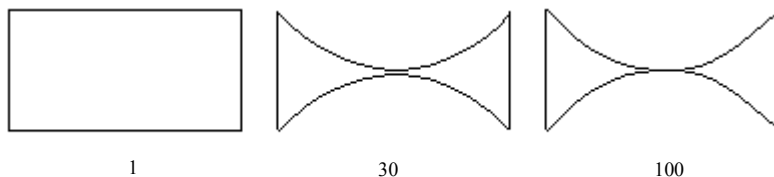

图 4.5.13 四边形网格 Jacobian Ratio（一）
- 对于任何一个矩形单元或平行四边形单元，其不管是否含有中间节点，Jacobian Ratio 都为 1。图 4.5.13 所示的是 Jacobian Ratio 为 1、30、100 时的四边形网格。